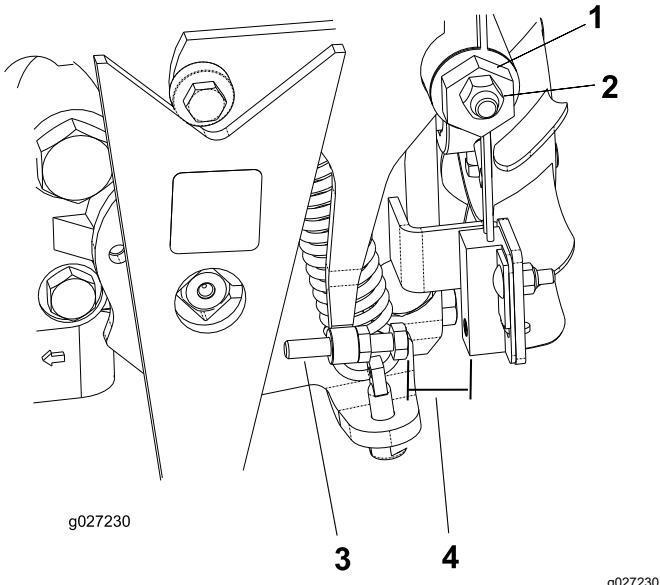

Figura 36
4. Afloje la contratuerca de la leva de ajuste de tracción (Figura 36).
3. Ajuste el tornillo hasta que el hueco sea de 0,8 a 2,3 mm; consulte Figura 36.